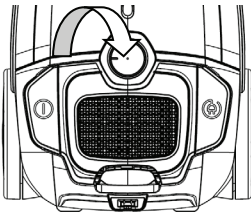

Рис. 5
Отрегулируйте мощность всасывания пылесоса. Для этого вращайте регулятор мощности всасывания (13) (Рис. 5).